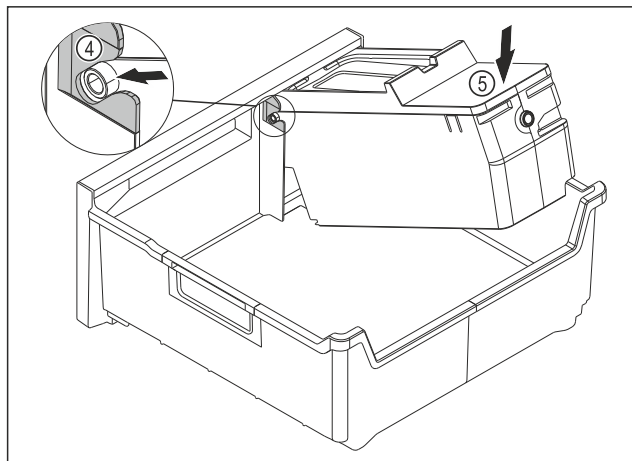

Fig. 181
- Monter le corps de l'EasyTwist-Ice : Insérer les axes du corps de l'EasyTwist-Ice dans les guides Fig. 181 (4).
- Appuyer l'arrière du corps de l'EasyTwist-Ice Fig. 181 (5) vers le bas.